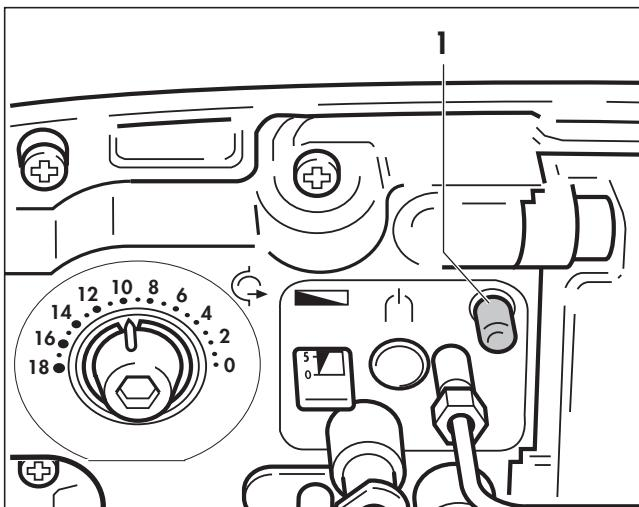

Fig. 5.6 Endroit de mesure pour la pression de l'air dans la tuyère du brûleur
- Contrôlez la pression de l'air dans la tuyère du brûleur au niveau de l'endroit de mesure (1, fig. 5.6) à l'aide d'un appareil de mesure adapté (par ex. manomètre à large bande).